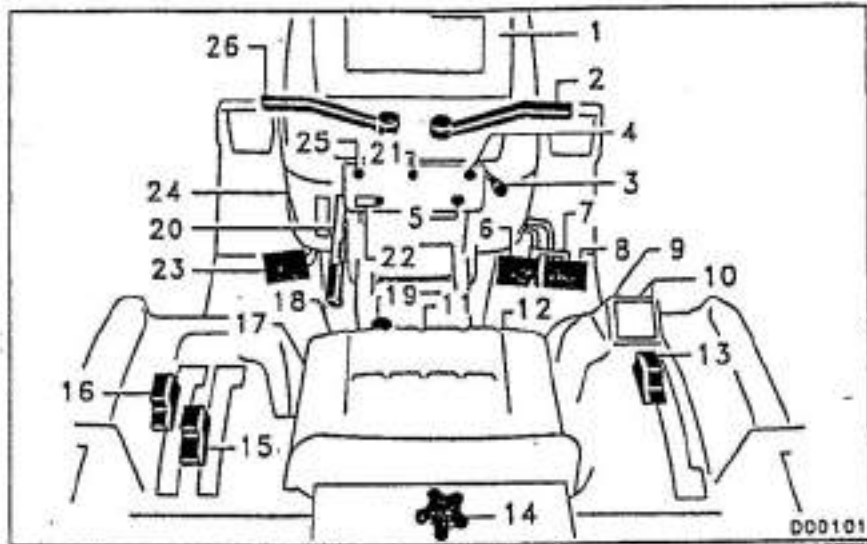
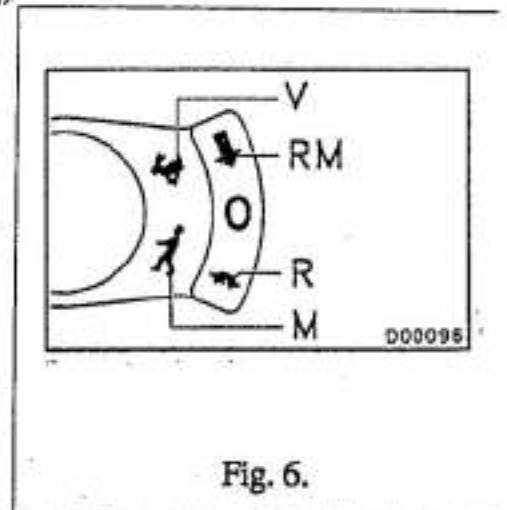

Fig. 1.
Fig. 6.
(Zie fig. 1)
- Zorg er steeds voor dat de hendel voor de versnellingen (nr. 2 fig. 1) en de keuzehendel (nr. 26 fig. 1) in het 0-punt staan.
- Duw het koppelingspedaal in (nr. 23 fig. 1), dan de sleutel draaien in de stand zoals hieronder aangeduid.
- De gashendel terugbrengen tot minimum (nr. 3 fig. 1) en de kontaktsleutel in de stand 0 brengen.
- De parkeerrem optrekken (nr. 18 fig. 1)
- Parkeerrem uitschakelen (nr. 18 fig. 1)
- Het koppelingspedaal induwen (nr. 23 fig. 1)
- De gewenste snelheid kiezen (nr. 26 fig. 1). Stand : (zie fig. 6)
De gewenste snelheid kiezen met de versnellingshendel (nr. 2 fig. 1).